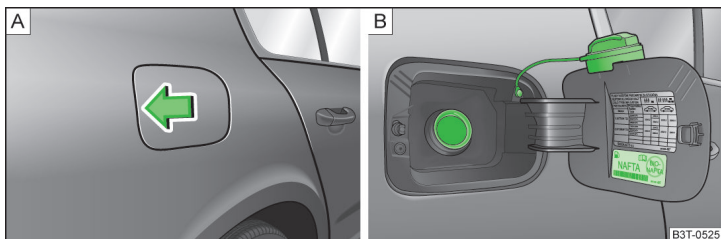

Fig. 159 Deschiderea clapetei rezervorului de combustibil / bușonul rezervorului de combustibil
Pe interiorul clapetei rezervorului sunt menționate tipurile adecvate de carburant pentru autovehiculul dvs » fig. 159 la pagina 184 - .
- > Apăsați clapeta rezervorului în sensul săgeții » fig. 159 - A.
- > Desfaceți bușonul rezervorului rotind în sens antiorar și fixați-l de sus pe clapeta rezervorului B - » fig. 159.